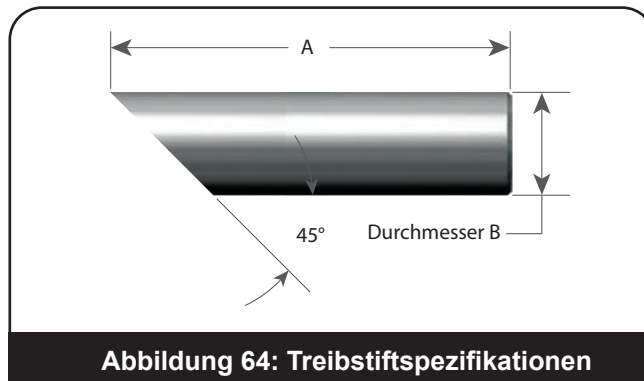

Abbildung 64: Treibstiftspezifikationen
4. Treibstifte: Für die Entnahme der Ventildichtung aus dem Ventildichtungshalter sind zwei Treibstifte erforderlich. Treibstiftspezifikationen siehe Abbildung 64 und Tabelle 17.